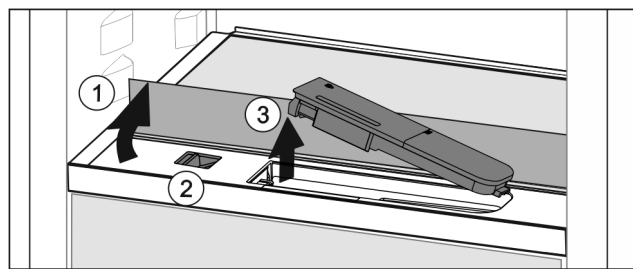

Fig. 87
- ▶ Sollevare il ripiano di vetro e ribaltarlo all'indietro fino all'arresto Fig. 87 (1).
- ▶ Spostare il cursore Fig. 87 (2) a sinistra.
- ▶ Rimuovere il serbatoio dell'acqua Fig. 87 (3).